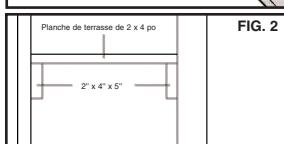
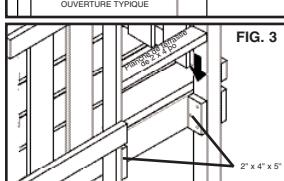

FIG. 2
FIG. 3
1. S'assurer que l'ouverture de la glisseuse est entre 23 1/4 po (59 cm) et 28 po (71,12 cm). (La **fig. 2** représente une ouverture de glisseuses typique.) Sinon, préparer une ouverture de glisseuse en coupant deux planches de 2 x 4 x 5 po (5,08 x 10,15 x 12,7 cm) et une de 2 x 4 po (5,08 x 10,15 cm) à la largeur de l'ouverture de la glisseuse indiquée sous la **fig. 2**. Placer les supports de la terrasse de 2 x 4 x 5 po (5,08 x 10,15 x 12,7 cm) pour que le dessus de la planche de 2 x 4 po (5,08 x 10,15 cm) soit à niveau avec la surface supérieure des planches de terrasse actuelles (voir la **fig. 3**).